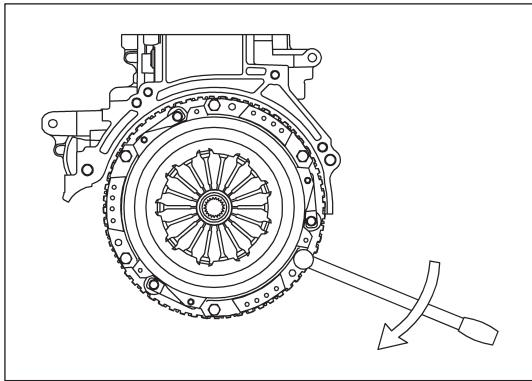

Рис. 14-1-7. Очередность затягивания кожуха сцепления болтами крепления с пружинными шайбами
- (2) Симметрично затянуть 6 болтов с пружинными шайбами ($M8 \times 18$) на маховике, как изображено на Рис. 14-1-7.